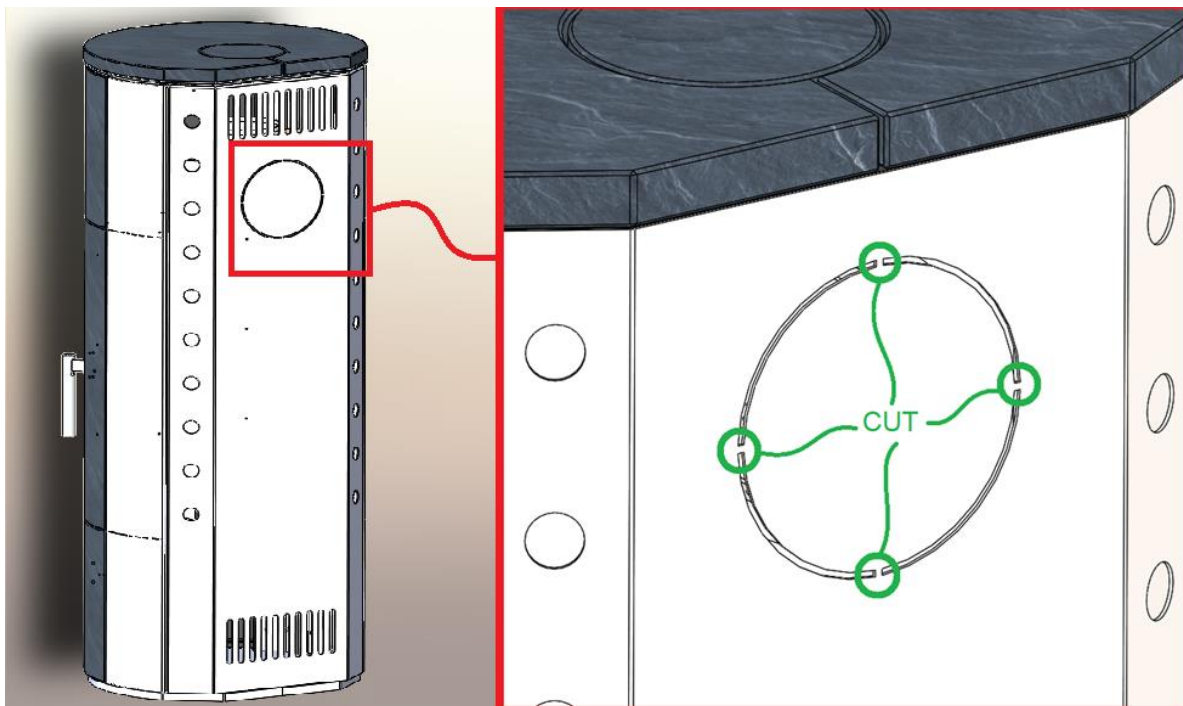

Figure 1 Sectionnement des micro-connexions au dos
2. Figure 1 Sectionnement des micro-connexions au dos	Page 5
Lors de l'installation de l'appareil, toutes les réglementations locales, y compris les normes nationales et européennes, doivent être respectées. Nous recommandons de consulter un ramoneur agréé. Les cheminées sont livrées sur palettes de transport, prêtes pour un raccordement par le haut. Si le raccordement se fait par l'arrière, la sortie de fumée doit être orientée vers l'arrière et le chapeau de cheminée placé en position haute (figures 1 et 2).